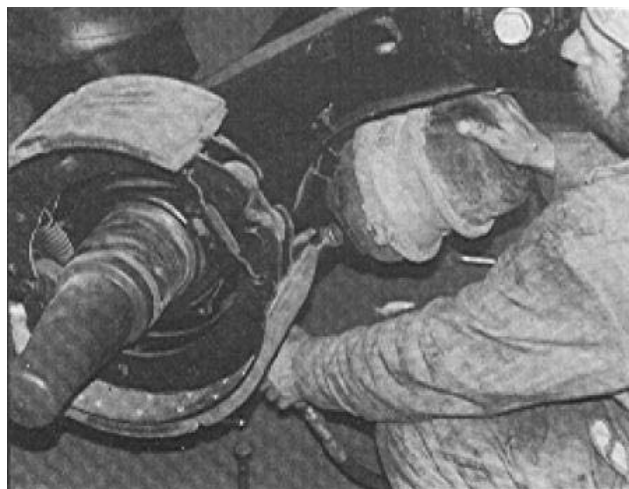

Figura 5
11. Remueva la varilla de la válvula de control de altura del soporte de la cámara de frenos. Si la varilla esta montada en el eje afectado, remueva el soporte cuando la cámara de frenos es removida. Ver Figura 5.